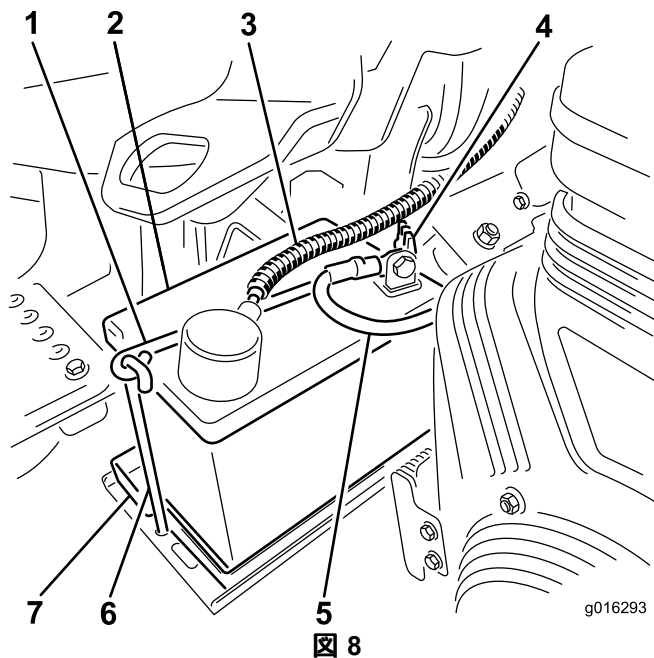

図8
7. バッテリートレイの上にバッテリーを置き、先ほど取り外したクランプと固定具で固定する図8。
8. 赤いプラスケーブルをバッテリーのプラス端子に、黒いマイナスケーブルはバッテリーのマイナス端子にはめ、ボルトとナットで固定する図8。ショート防止のために端子にゴムキャップをかぶせる。